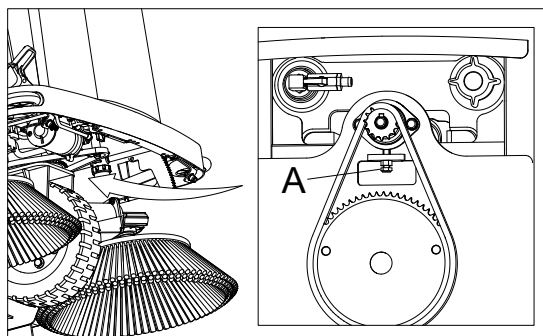

Figura 40
4. Quando a roda dianteira estiver solta, ajuste o parafuso de ajuste da corrente da roda (A, Figura 40) na parte dianteira da máquina para certificar-se de que a corrente da roda está bem apertada.